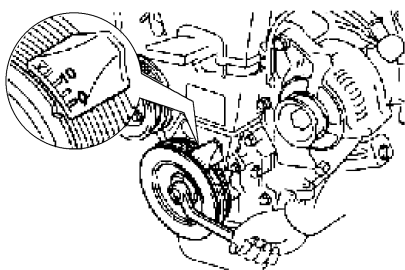

图 1-105 对准正时标记
① 转动曲轴带轮，把它的槽口对准 1 号正时带盖的正时标记号“0”，见图 1-105。